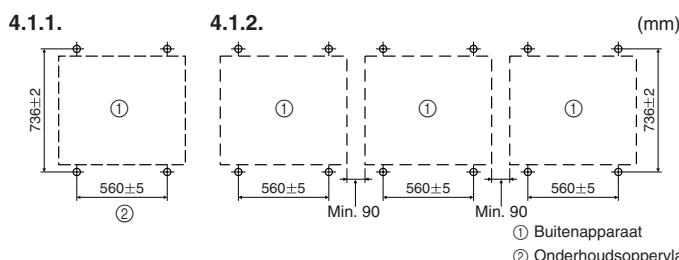

Fig. 4-1
4.1.1. Bij installatie van een enkel buitenapparaat (Fig. 4-1)